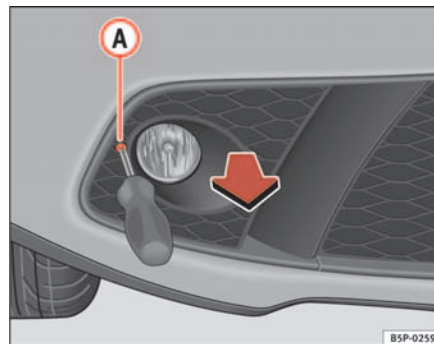

Abb. 203 Zugang zur Aufnahme der vorderen Abschleppöse
- Die Schraube **A** ⇒ Seite 273, Abb. 203 herausdrehen.